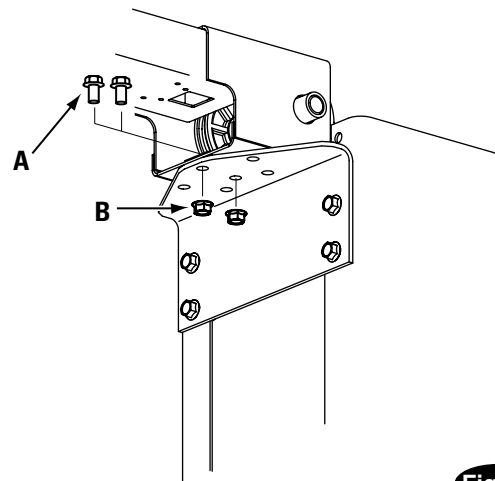

Fig. 11
11. Traversa superiore: Con l'aiuto di una scala per ciascuna colonna, due persone posizionano la traversa superiore nelle staffe di montaggio delle colonne e la fissano con (2) viti cilindriche a testa esagonale flangiata da 3/8"-16NC x 3/4" e (2) controdadi flangiati da 3/8", fig. 11. Utilizzare i fori centrali per SPO40 e i fori esterni (marcati con R per destra e L per sinistra) per SPOA30/SPOA40. Serrare le viti al centro della traversa superiore.
Dettaglio fig. 11